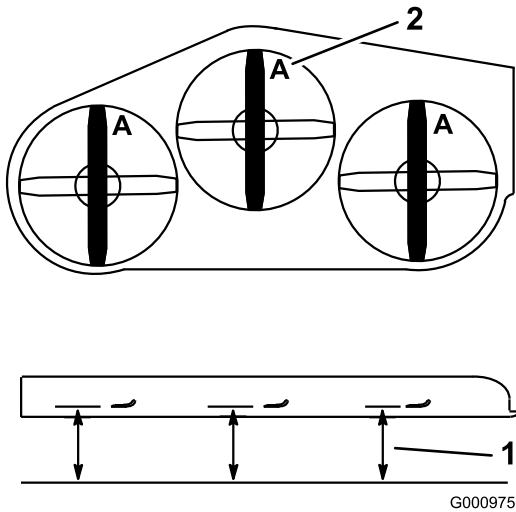

Figure 94
3. Tournez les lames dans le sens longitudinal (Figure 94). Mesurez la distance entre la surface plane et le tranchant (position **A**) des lames (Figure 94). Notez cette valeur.